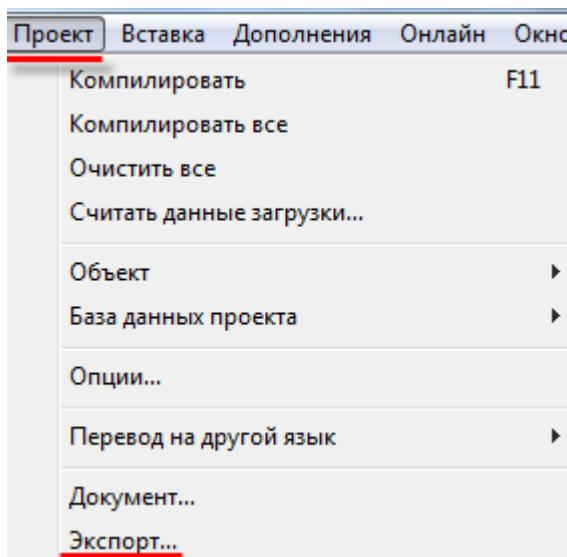

Рисунок 5.20 – Экспорт конфигурации из ПЛК
11. На вкладке **Параметры/Настройки параметров Modbus** нажмите кнопку **Импортировать**, выберите пункт **Загрузить из Codesys 2.3** и укажите путь к файлу формата **.exp**, который был создан в пп. 4 (см. рисунок 5.20). В результате в OwenCloud будут автоматически добавлены параметры из конфигурации ПЛК: